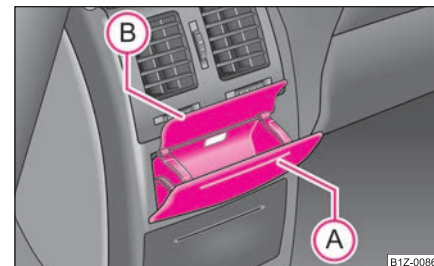

Fig. 96 Consola centrală superioară: Scrumiera spate
- Apăsați pe partea superioară a capacului scrumierei în zona (A) ⇒ fig. 96.